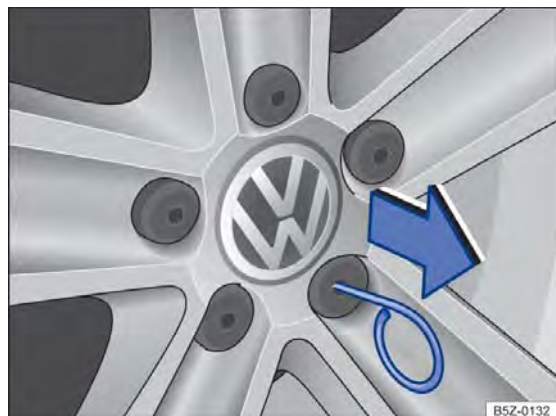

Fig. 163 Retirar as capas de cobertura dos parafusos da roda.
- Passar o gancho extrator pela abertura da capa de cobertura → Fig. 163 e retirar no sentido da seta.